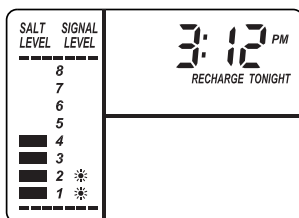

FIG. 24
2. La escala de nivel de sal, en el depósito de salmuera dentro del tanque, tiene los números 0 a 8 (vea la Fig. 24). Fijese en el número más alto en el que esté nivelada la sal, o al que esté más próxima.
3. Presione el botón SET SALT LEVEL (Fijar el nivel de sal) tantas veces como sea necesario para que las barras de nivel de sal (vea la Fig. 24) coincidan con el número de la depósito de salmuera. En el nivel 2 o inferior, destellará la luz de "Bajo nivel de sal" (Vea la página 12).